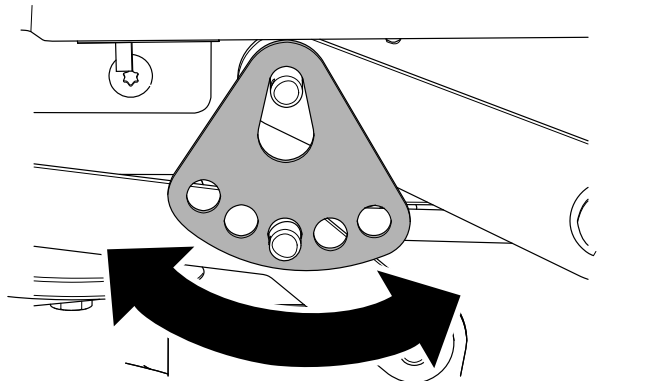

Figura 74
7. Ruotate la piastra dell'altezza di taglio a un foro differente, in modo tale che supporti il peso del piatto di taglio dopo l'installazione della piastra (Figura 74).
8. Installate la rondella e la coppiglia (Figura 74).